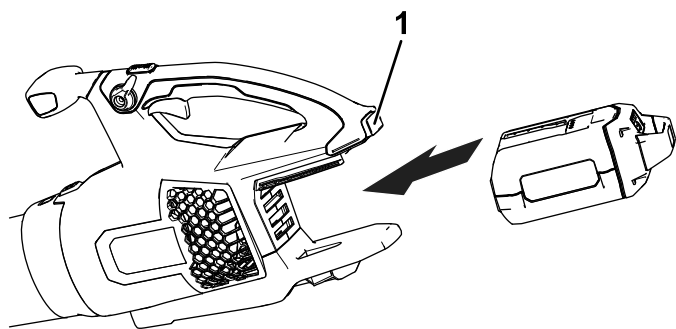

Figure 5
2. Alignez le creux de la batterie sur la languette du corps du manche (Figure 5).
3. Tenez la batterie par la poignée et poussez-la dans la poignée de l'outil jusqu'à ce que le verrou s'enclenche en position (Figure 5).